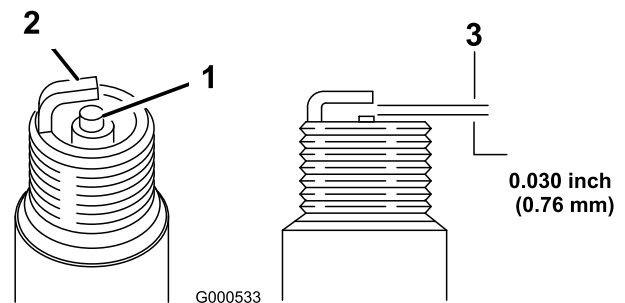

Figure 27
5. Réglez l'écartement des électrodes à 0,76 mm (0,030") (Figure 27).